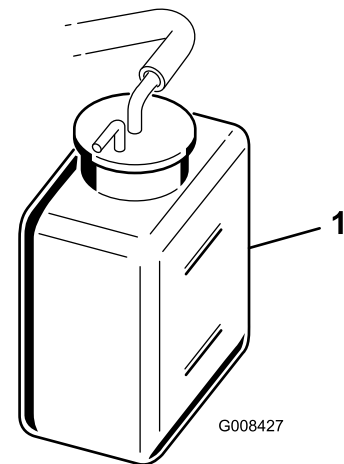

図 28
2. 冷却液の量を点検する (図 28)。エンジンが冷えている状態で、補助タンク側面についている 2 本のマークの間であれば適正である。